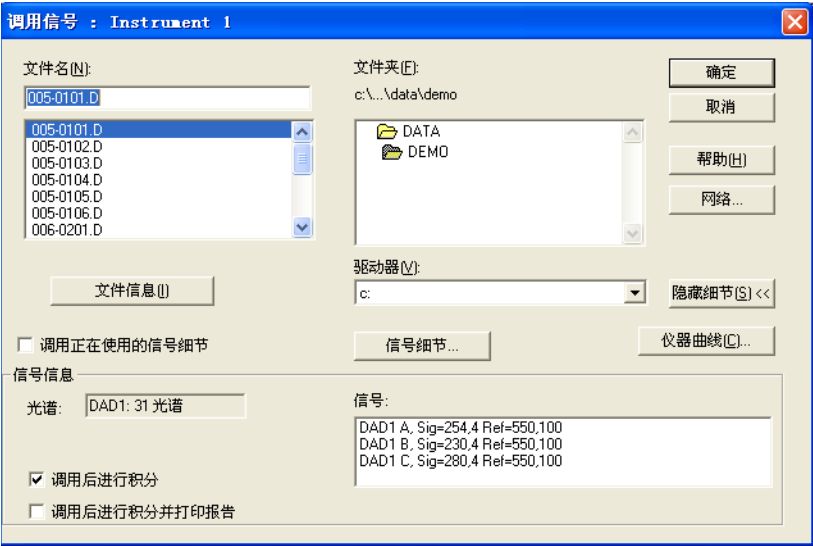

图 8 完整的“调用信号”对话框
- d 单击“全部 >>”按钮以显示信号信息（请参见第 32 页的图 8）。